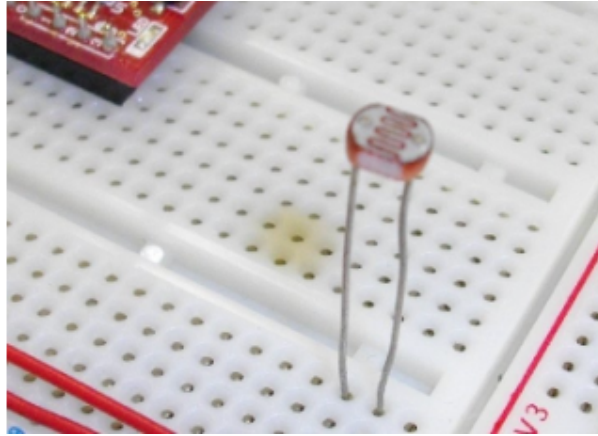

図 1: Cds セル
2.1 この電子部品（Cds セル 5 φ，図 1）を次のような点から調べなさい。